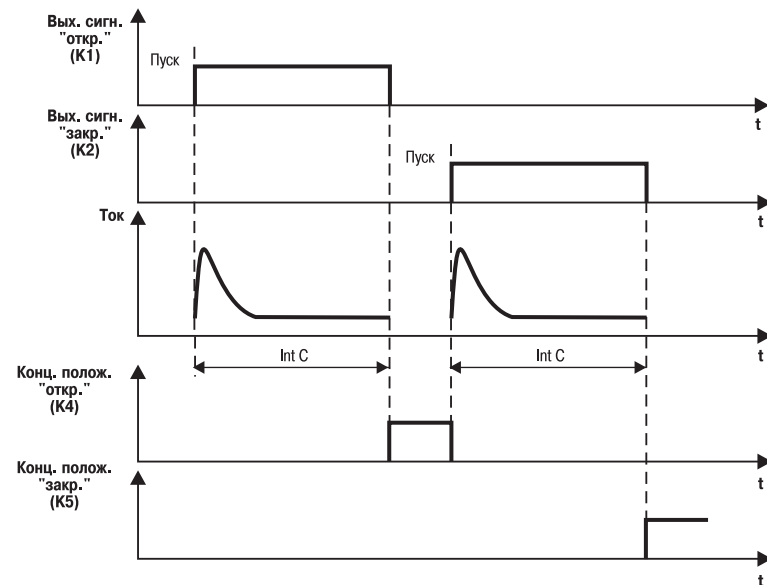

Рис. 7
3.2.11.1.3. При **PrES = 2** концевые положения определяются только по времени, определенном в параметре **LnEL** (рис. 7).